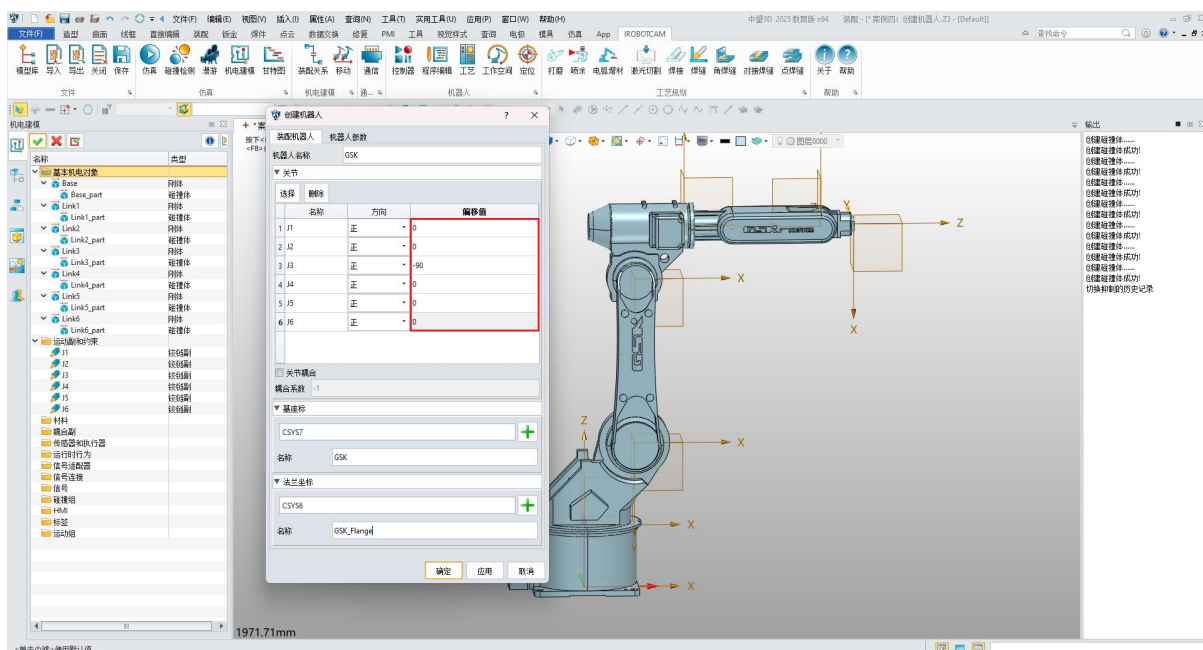

图 8-19: 装配机器人
- 在“机电建模”窗口中，单击“传感器和执行器”，右键单击并选择“添加机器人”（图 8-19）。